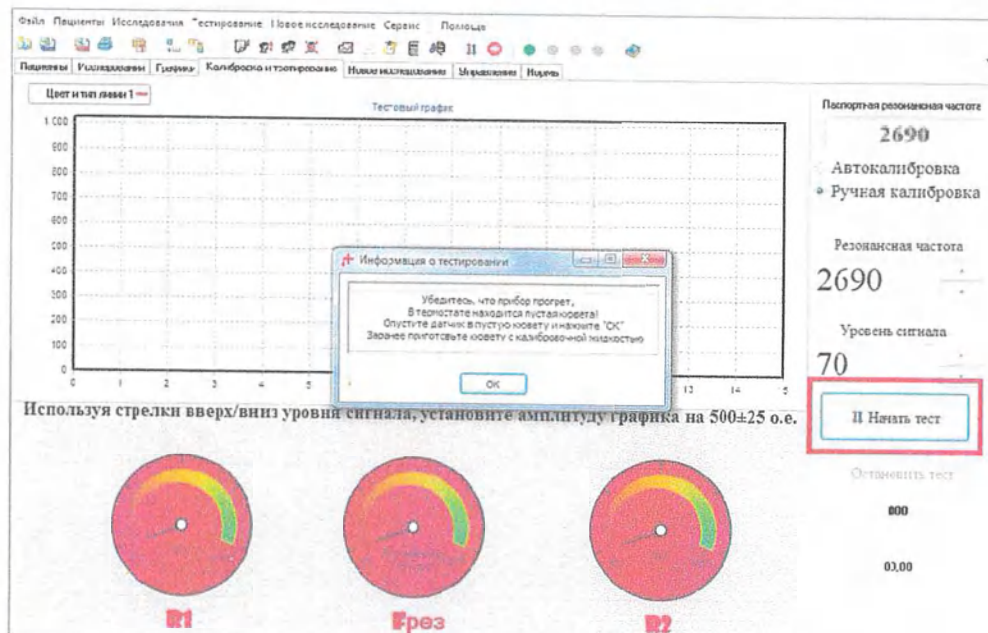

Рисунок 21 – Начало 1 этапа калибровки
- Помещаем в термостат пустую кювету, поворачиваем датчик на 90° по часовой стрелке, отпускаем его в нижнее положение и нажимаем кнопку «Начать тест»; Убедившись, что температура на экране прибора $37 \pm 0,5^\circ\text{C}$, нажимаем «ОК». (Рисунок 21)